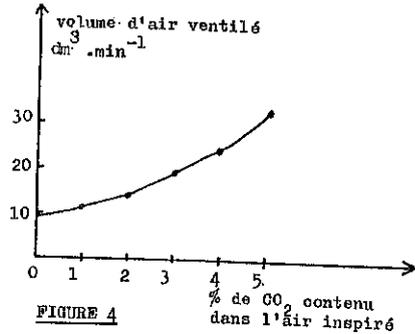

FIGURE 4
a) On fait inspirer à un sujet de l'air à teneur normale en oxygène mais à teneur croissante en dioxyde de carbone : les résultats obtenus sont donnés par la figure 4.